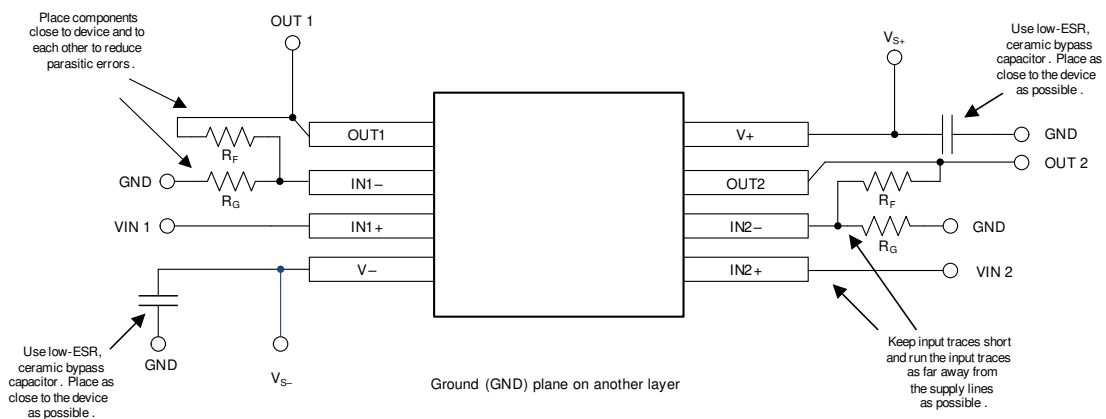

图 8-8. 布局示例
- 外部元件的位置应尽量靠近器件，如图 8-8 中所示。使  $R_F$  和  $R_G$  接近反相输入可最大限度地减小寄生电容。